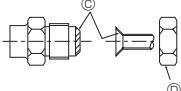

Fig. 5-1
Ⓐ (Fig. 5-1)
Ⓑ (Fig. 5-1)
5.2. Соединение труб (Fig. 5-1)